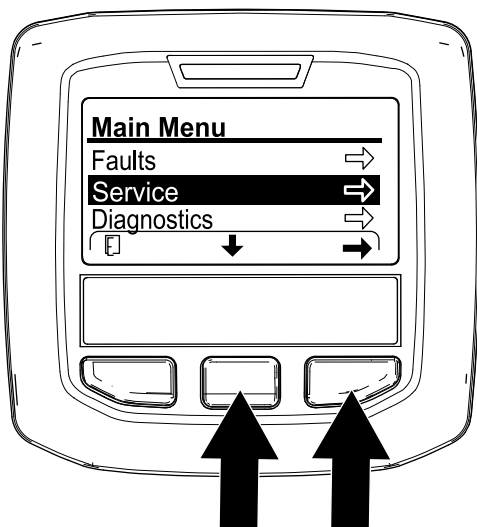

Bild 177
4. Rufen Sie im InfoCenter das HAUPTMENÜ auf (Bild 177).